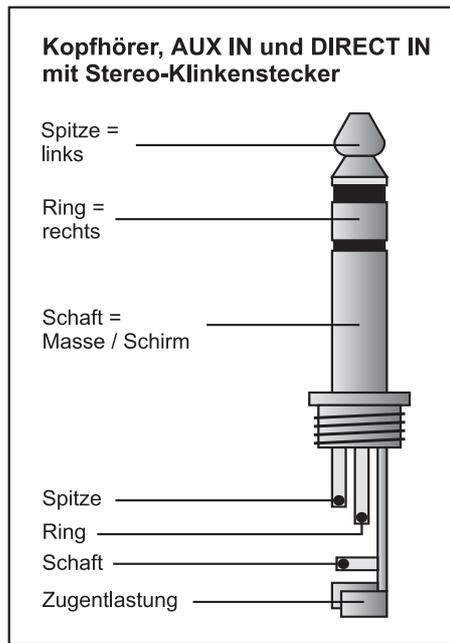

Abb. 3.2: Verkabelung der Kopfhörer-, AUX IN- und DIRECT IN-Anschlüsse
- 1 Die *DIRECT IN*-Buchse dient zur Einspielung von externen Signalquellen. Bei Nutzung des *DIRECT IN*-Eingangs wird das rückseitig eingespeiste *MAIN*-Signal automatisch unterbrochen (vgl. Abb. 3.2).
- 5 Über den *AUX IN*-Eingang kann zum *MAIN*- bzw. *DIRECT IN*-Signal ein weiteres Eingangssignal zugemischt werden (vgl. Abb. 3.2).
Bitte beachten Sie, dass die AUX-Eingänge in stereo ausgeführt sind. Für das Einspielen eines Stereosignals benötigen Sie daher einen Stereoklinkenstecker, dessen Beschaltung Sie der Abbildung 3.2 in Kapitel 3.3 entnehmen können. Falls Sie einen Monoklinkenstecker verwenden, empfiehlt es sich, den MONO-Schalter zu betätigen, um eine Signalverteilung auf beide Kopfhörerhälften zu erreichen.